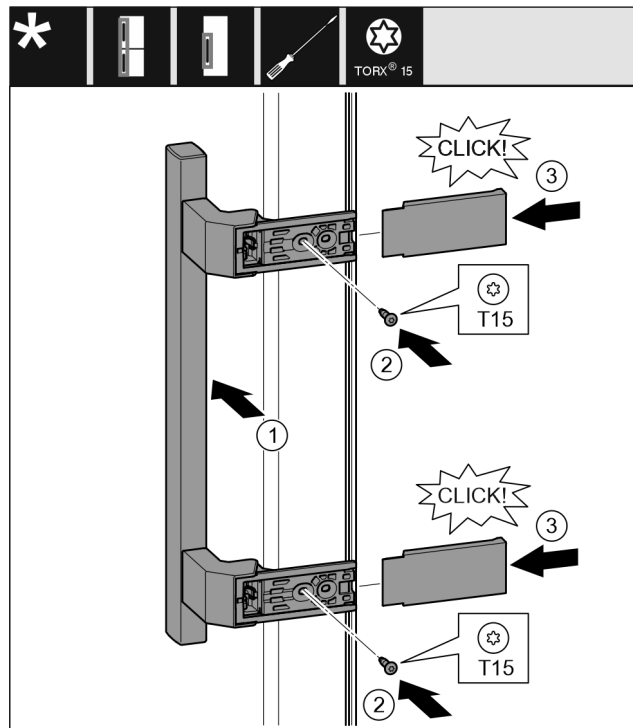

Fig. 17
- ▶ Założyć uchwyt po przeciwległej stronie. Fig. 17 (1)
- ▶ Przykręcić śruby śrubokrętem T15. Fig. 17 (2).
- ▶ Założyć osłony z boku i wsunąć. Fig. 17 (3)